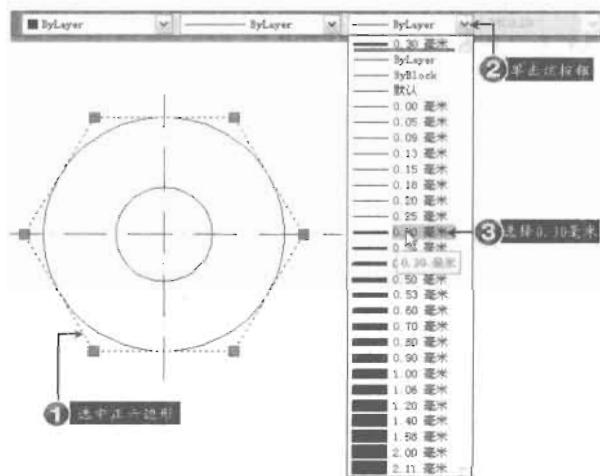

图 2-96
(1) 单击辅助绘图工具中的“显示/隐藏线宽”按钮, 使其高亮显示, 表示绘图区域将显示图线的宽度。
(2) 鼠标左键单击正六边形将其选中, 然后单击“特性”工具栏中的线宽属性栏中的按钮, 在弹出的下拉列表中选择“0.30 毫米”线宽, 如图 2-96 所示。